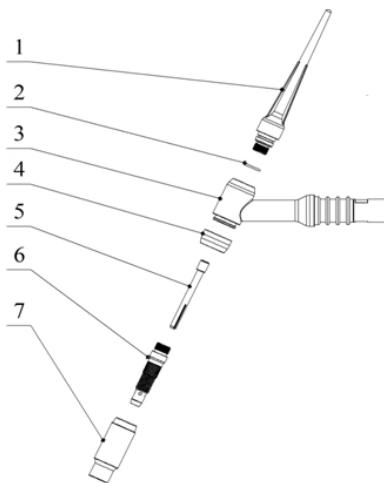

Рис. 6.1. Расходные части для горелок ТIG:
**ВНИМАНИЕ! Расходные части, такие как: сопло, цанга, держатель цанги, вольфрамовый электрод, заказываются дополнительно в зависимости от выполняемых задач (см. рис. 6.1).**